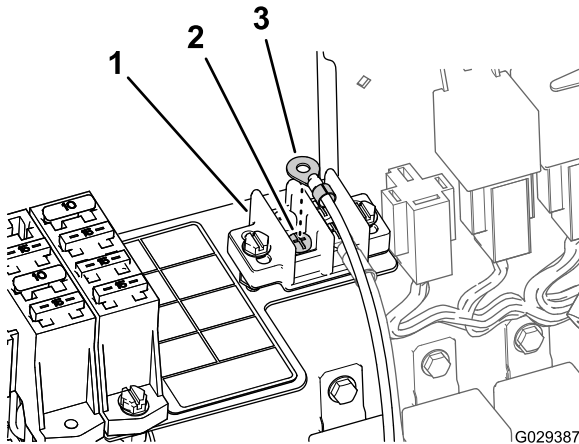

Figura 19
1. Retire el tornillo del bloque del terminal de tierra (Figura 19).
2. Sujete el terminal de anillo del arnés de cables del kit de acabado al bloque del terminal de tierra con el tornillo que retiró en el paso 1 (Figura 19).